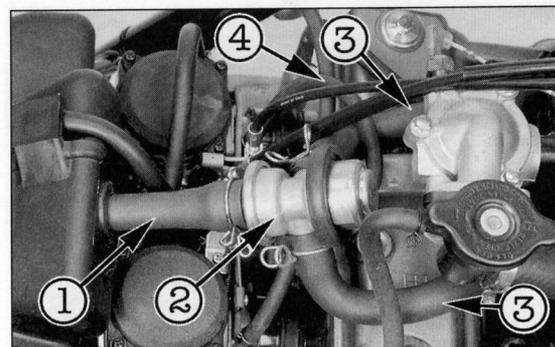

Bild 24
- Schweiz, Österreich und Deutschland mit **Sekundärluftsystem** (Bild 24):